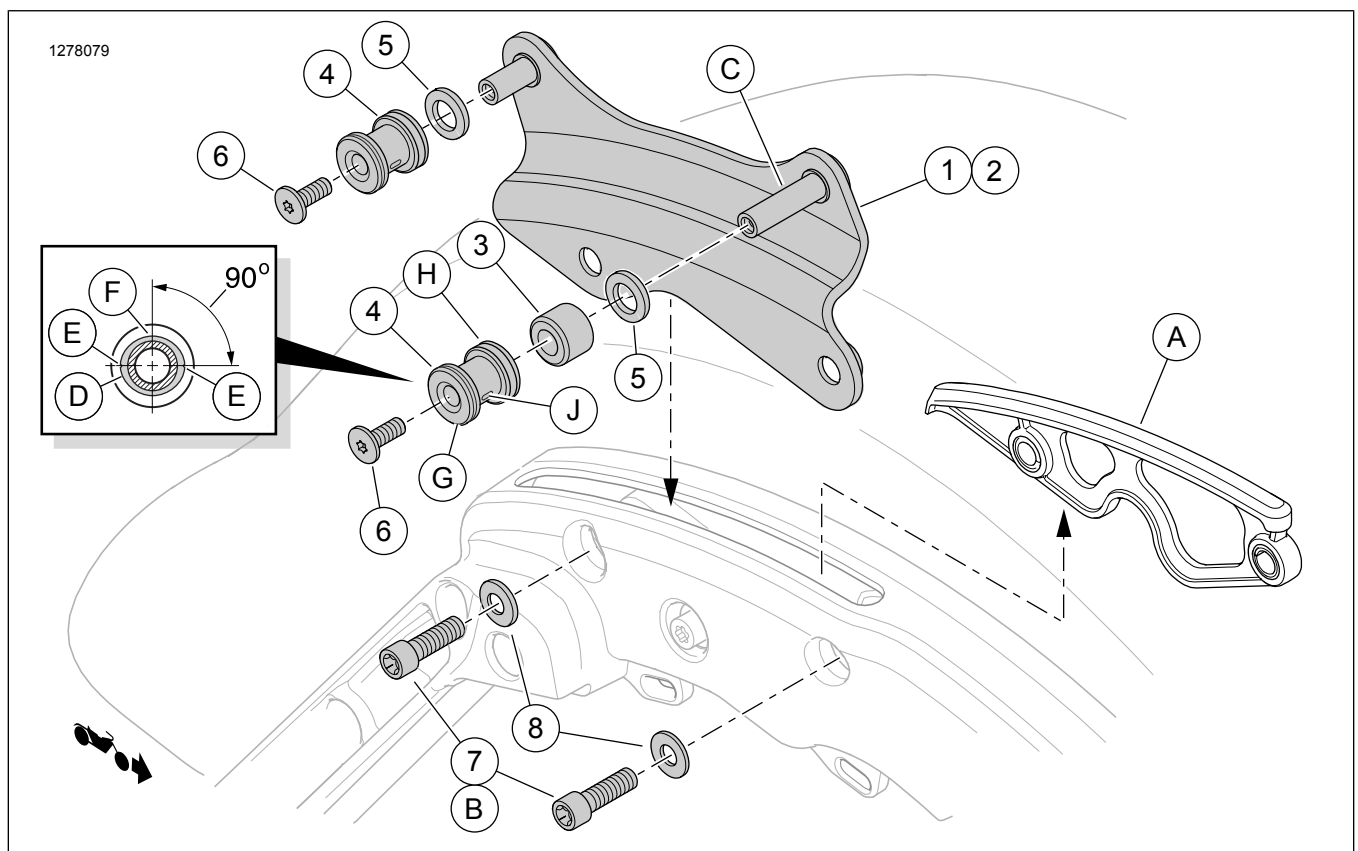
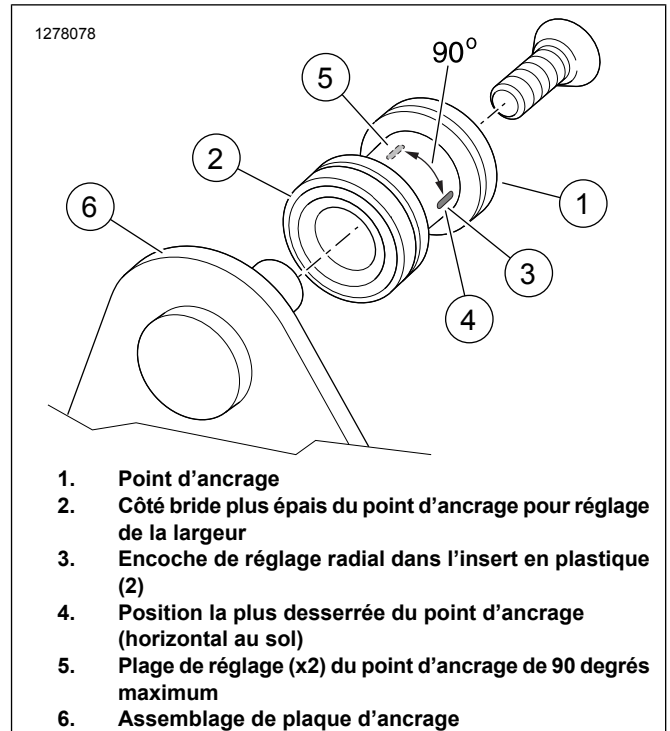

Figure 1. Contenu du kit : Kit de matériel d'ancrage détachable à quatre points réglables
Figure 2. Installation du point d'ancrage
3. Consultez Figure 1 . Retirer les deux vis (B) du support de sacoche de chaque côté.
4. Soulever les inserts (A) aux emplacements qui dissimulent les fentes.
Consultez Figure 1 . Ne pas installer les entretoises (5) de réglage de largeur à ce stade.
- a. Glisser une entretoise (3) dans la longue goupille (C) de chaque plaque d'ancrage.
- b. Glisser un point d'ancrage (4) avec la bride la **plus épaisse** (H) en premier sur chaque goupille de plaque d'ancrage.
- c. Installer les vis (6) dans les goupilles de plaque d'ancrage.
- d. Consultez Figure 2 . Faire pivoter chaque point d'ancrage pour positionner horizontalement les encoches (4).
Consultez Figure 2 .
- Consultez Figure 1 . Retirer la vis (6) et le point d'ancrage (4) des quatre goupilles de plaque d'ancrage.
- Appliquer 2 ou 3 gouttes d'enduit frein filet au filetage de chaque vis (6). Installez les vis.
- Consultez Figure 2 . Faire pivoter chaque point d'ancrage pour positionner horizontalement les encoches (4). Serrez les vis jusqu'à ce qu'elles effleurent.
- Consultez Figure 1 . Retirer tous les composants des quatre goupilles de plaque d'ancrage.
- Installer des entretoises (5) de réglage de largeur sur chaque point d'ancrage.
- Installer une entretoise (3) dans la goupille (C) plus longue de chaque plaque d'ancrage.
- Desserrer les vis (6).
- Consultez Figure 2 . Faire pivoter les points d'ancrage (1) légèrement à l'écart de la position horizontale (4).
- Continuer à tourner légèrement vers la verticale (5) à l'écart de la position horizontale (4) jusqu'à l'obtention d'un ajustement serré à chaque emplacement.
5. Consultez Figure 1 . Fixer les vis (6) de la goupille de la plaque d'ancrage. Serrer.